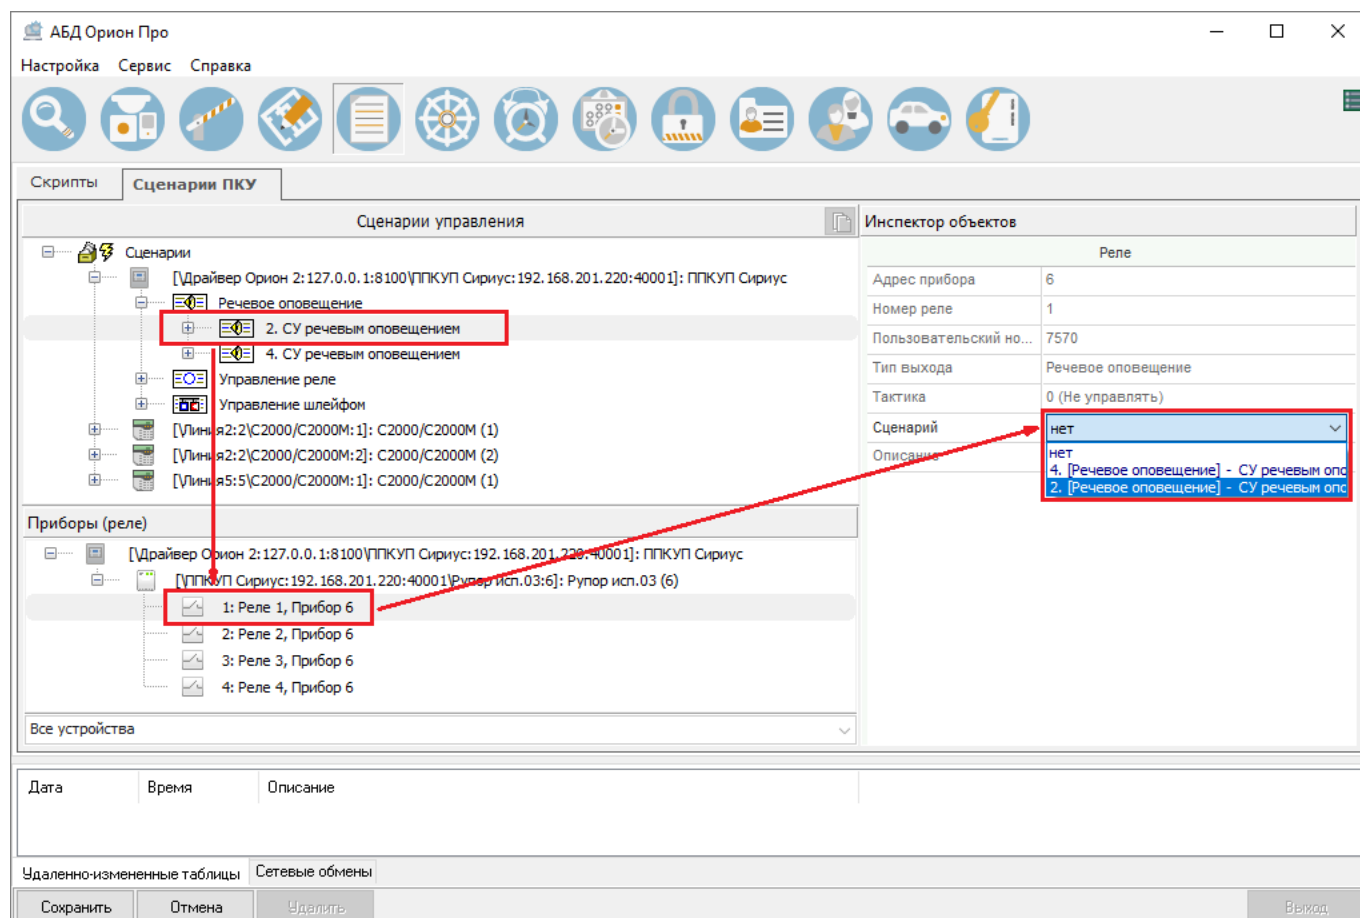

Рисунок 6-641 Привязка сценария речевого оповещения к реле прибора класса "Рупор"
- 3) в инспекторе объектов, где отобразятся свойства выбранного в дереве приборов прибора/ элемента прибора, задайте значение для свойства «Сценарии» (см. Рисунок 6-641) – в качестве значений для свойства «Сценарии» в выпадающем списке представлены все сценарии, заданные для соответствующего узла «Тип аппаратного сценария».